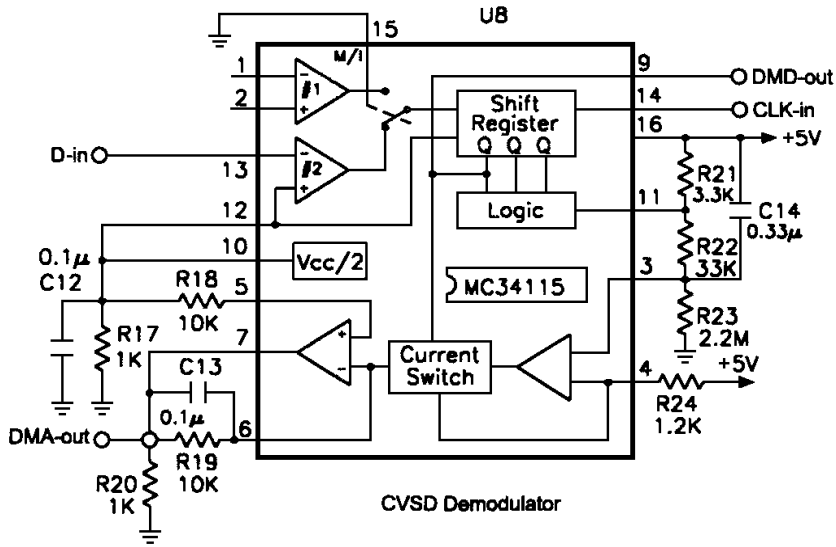

Fig. 16-6 CVSD demodülatorü.
- 1. Fig. 16-6'da gösterilen CVSD demodülatörünü tamamlamak için 2. ve 6. pozisyonlara jumper yerleştirin.